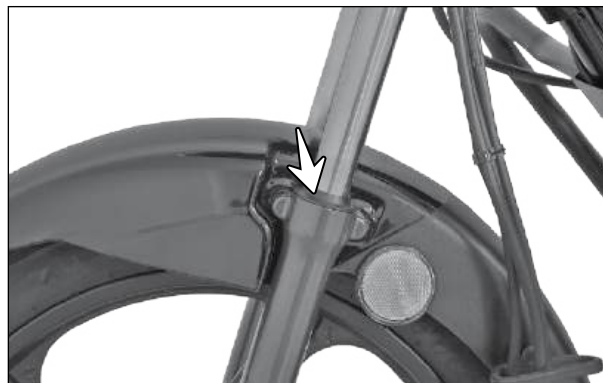

Fig. 2.44
- Inspeção ambos os lados do conjunto do garfo dianteiro quanto a vazamentos de óleo a cada manutenção. (Fig. 2.44)